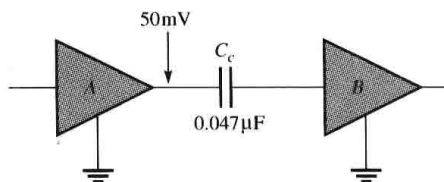

图 10-78
34. 图 10-78 中, 放大器 A 输出信号电压有效值为 50mV, 如果放大器 B 的输入电阻是 $10\text{k}\Omega$, 试问频率为 3kHz 时损失在耦合电容 (C_c) 上的信号有多大?